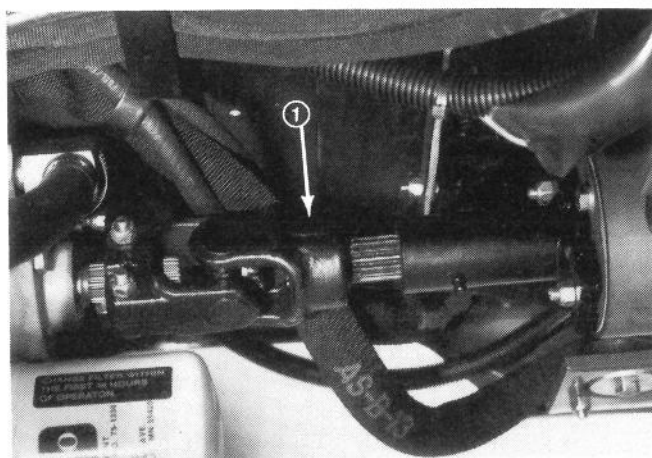

Figura 17
1. Aflojar y quitar los tornillos de cabeza curvada que fijan el eje de transmisión al acoplador de transmisión del motor. Aflojar los tornillos de cabeza curvada que sujetan el eje de transmisión a la transmisión (Figura 17). Quitar el eje conductor.
5. Una vez que se acabe de remolcar, colocar de nuevo el eje de conductor (Figura 17).